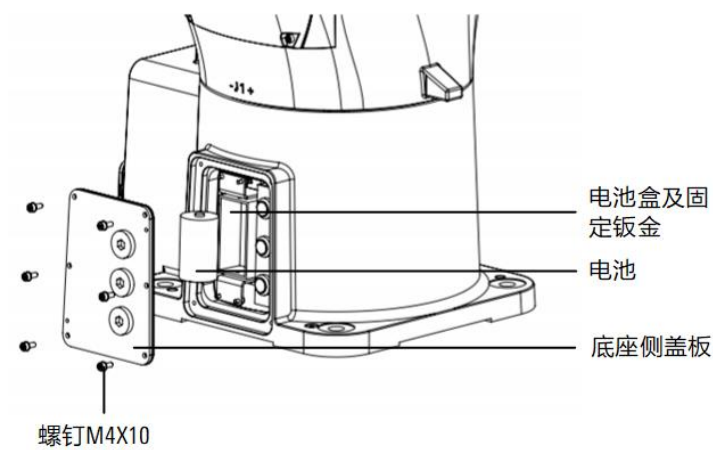

图 12-4 更换电池示意图
- 步骤4. 从右盖板上拆卸电池盒固定钣金，即可看到电池，如图 12-4 所示。